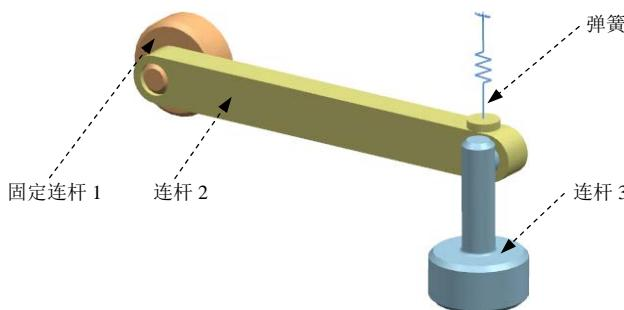

图 8.4.1 机构模型
本范例模拟的是弹簧悬挂机构静止状态的仿真，机构模型如图 8.4.1 所示。在该机构中，左侧柱销零件固定，右侧的重物在弹簧的作用下悬挂在连杆之上，保持静止状态。现要求输出左侧柱销和连杆连接处的反作用力图形曲线以及弹簧的受力曲线，注意创建弹簧时用到了智能点工具。读者可以打开视频文件 D:\ug85.16\work\ch08.04\hang\_asm.avi 查看机构运行状况。
Step5. 定义固定连杆1。选择下拉菜单**插入(S)** → **链接(L)** 命令，系统弹出“连杆”对话框；选取图8.4.1所示的柱销零件为固定连杆1；在**质量属性选项**下拉列表中选择**自动**选项；在**设置**区域中选中**固定连杆**复选框；在**名称**文本框中采用默认的连杆名称“L001”；单击**应用**按钮，完成固定连杆1的定义。
Step6. 定义连杆2。选取图8.4.1所示的连杆零件为连杆2；在**质量属性选项**下拉列表中选择**自动**选项；在**设置**区域中取消选中**固定连杆**复选框；在**名称**文本框中采用默认的连杆名称“L002”；单击**应用**按钮，完成连杆2的定义。
Step7. 定义连杆3。选取图8.4.1所示的重物为连杆3；在**质量属性选项**下拉列表中选择**自动**选项；在**设置**区域中取消选中**固定连杆**复选框；在**名称**文本框中采用默认的连杆名称“L003”；单击**确定**按钮，完成连杆3的定义。